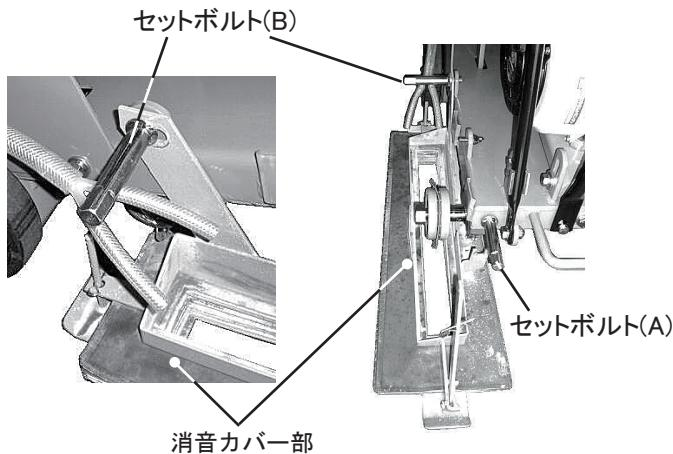

図 17
1. 消音カバー部をセットボルト(B)で本体右側に取り付けます。(図17)
3. 消音カバー部をセットボルト(A)で本体前側に取り付けます。(図17)